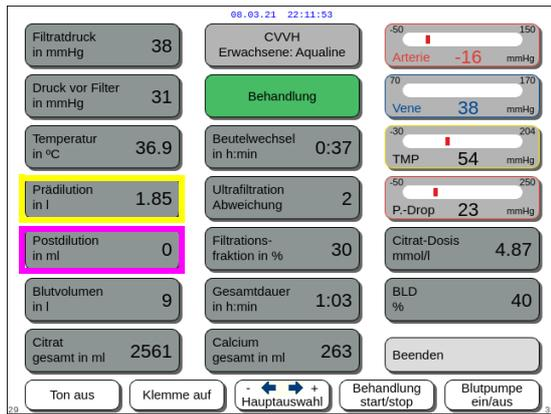

Abb. 168
- *Prädilution (ml)* (gelber Rahmen Abb. 168)
- *Postdilution (ml)* (violetter Rahmen Abb. 168)